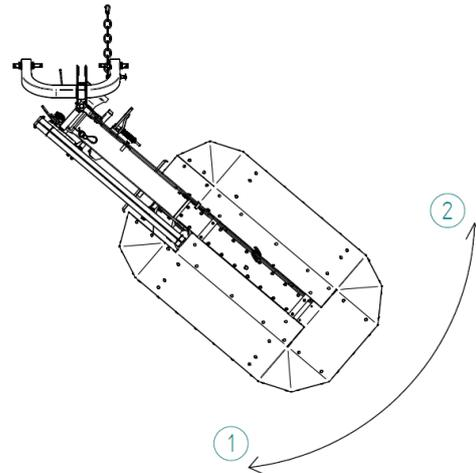

Abbildung 12 Position des Kreiselmäher:
6. Den Kreiselmäher manuell in die Transportposition stellen (Abb. 12), so dass der Befestigungsbolzen in das Loch im Verbindungsglied flutschen kann (die Seil muss lose sein) (Abb. 13A).
5. Wenn man hinter der Maschine steht, die Seil ziehen, um den Befestigungsbolzen aus dem Verbindungsglied herauszunehmen (Abb. 13B), anschließend den Kreismäher in die Arbeitsposition bringen (Abb. 12).